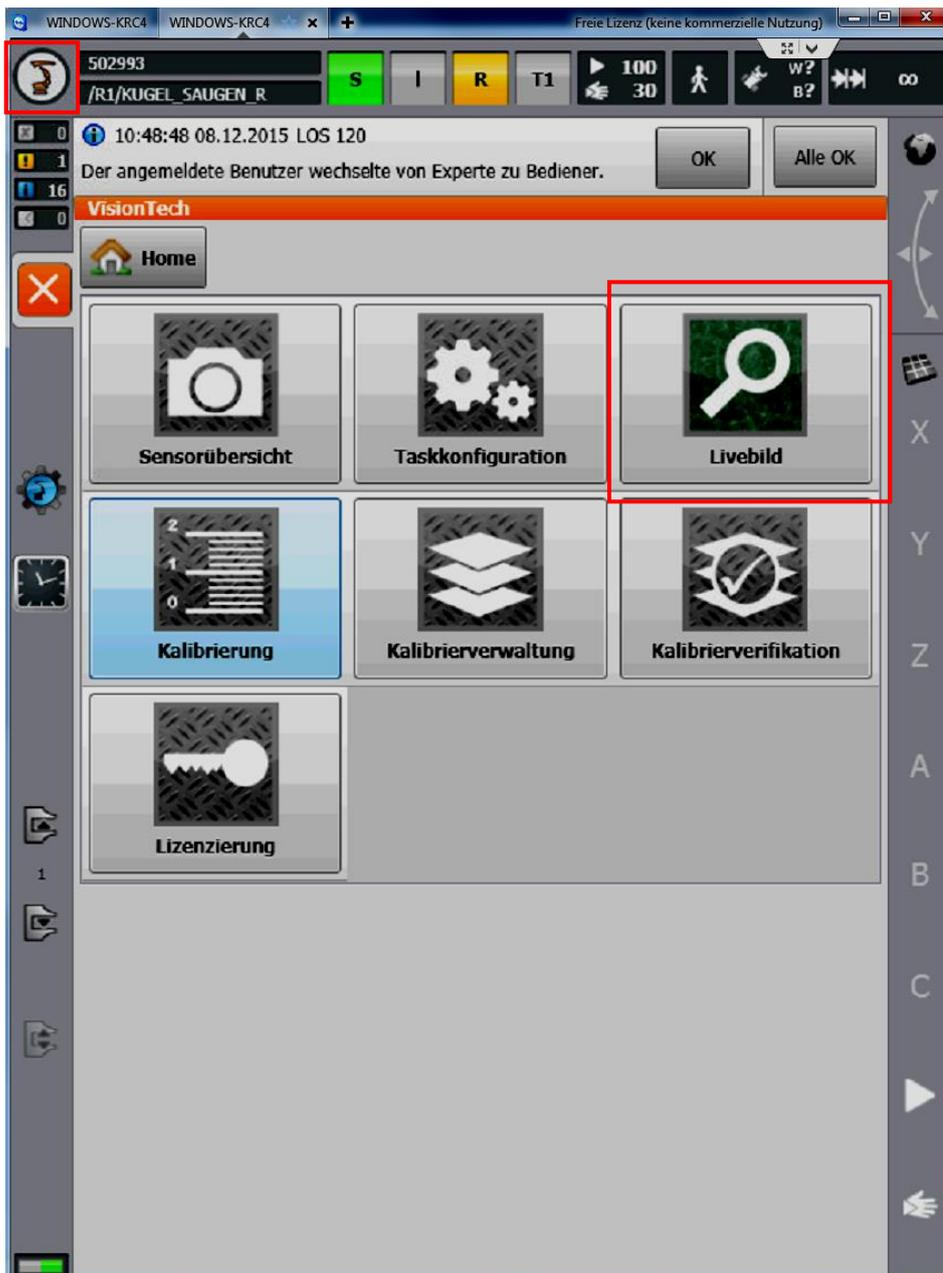

Bild 3: Livebild
Nun zum Roboter. Dieser ist ein Sechs-Achsenroboter mit einer KRC4 Steuerung. Er stammt aus dem Hause KUKA und ist an der Hochschule ein neues Modell mit dem Namen Agilus. Vorarbeiten wurden seitens KUKA und der Professoren der Hochschule geleistet, indem Achsen eingerichtet, justiert und vermessen wurden. Falls dies nochmal durchgeführt werden muss, findet man das Menü im VisionTech mit einem Klick auf das Robotersymbol  in der linken oberen Ecke des Menüs (siehe Bild 3). Dabei kann man zwischen Justieren, Vermessen und anderen Systemeinstellungen wählen. Anweisungen werden gegeben und müssen befolgt werden. Weiterhin wurde die Steuerung des Roboters mit der Hardware verbunden und die Kommunikation über eine Ethernetschnittstelle eingerichtet. Somit wurden grundlegende Arbeiten vorab geleistet und der Roboter war einsatzbereit. Die Roboterzelle ist eine „normale“ Trainingszelle von KUKA. In dieser sind enthalten: ein Stiftmagazin, um Konturen zu zeichnen und/oder Positionen zu zeigen. Weiterhin ein Ablagetisch, auf dem gleichzeitig Konturen aufgedruckt sind, die in Beispielprogrammen abgefahren werden können, um sich so mit der Programmiermethodik in der KRL
- Taskkonfiguration → neuen Task erstellen (siehe Bild 3)